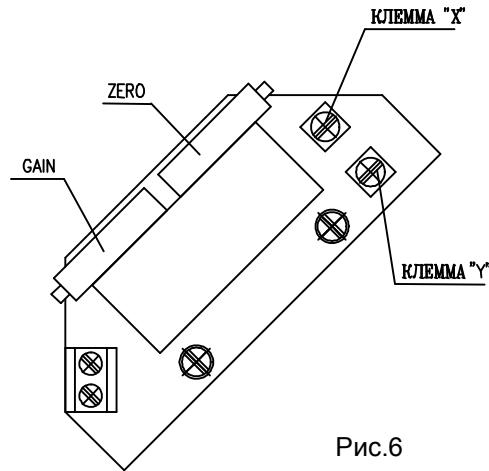

Рис.6
4.4.1 EPV - 2-проводниковое включение (рис.6)
- Установите датчик сопротивления на основании инструкций в предыдущей главе так, что величину сопротивления измеряйте на клеммах X-Y (рис.6). (употреблен датчик с сопротивлением 100 Ω)
- Поворачиванием устанавливающего триммера ZERO (рис.6) установите величину выходного сигнала тока, измеряемого на клеммах 81-82, на величину 4 мА.
- Поворачиванием устанавливающего триммера GAIN (рис.6) установите величину выходного сигнала тока, измеряемого на клеммах 81-82, на величину 20 мА.
- Установите датчик сопротивления на основании инструкций в предыдущей главе так, что величину сопротивления измеряйте на клеммах X-Y (рис.6).